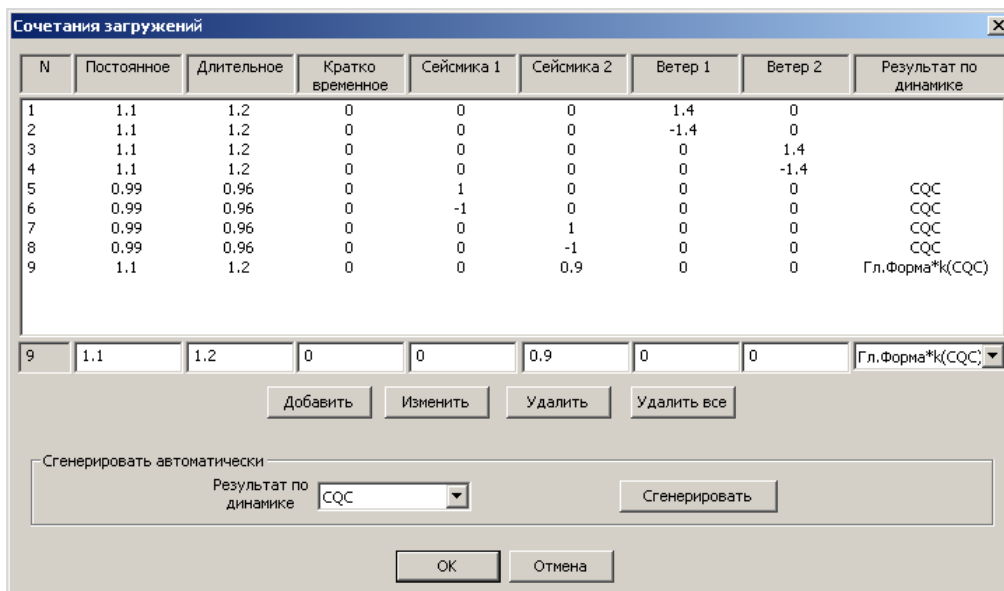

Рис.1.21.6. Окно диалога Сочетания загружений
- В окнах редактирования под таблицей задайте коэффициенты к загрузениям (рис.1.21.6):